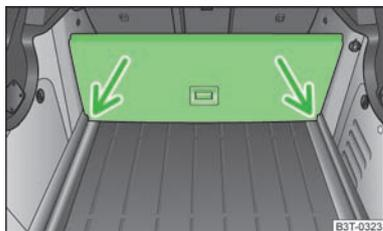

Fig. 71
- Sollevare la parte con il supporto e quindi fissarla facendola scivolare all'interno delle scanalature contrassegnate dalle frecce » fig. 71.